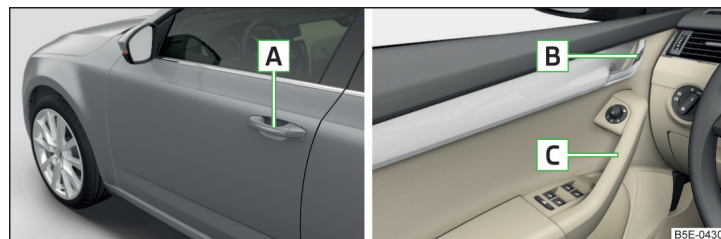

Fig. 37 Tirador/palanca de apertura de la puerta
- Desbloquee el vehículo y tire del tirador **A** » fig. 37 de la puerta correspondiente.